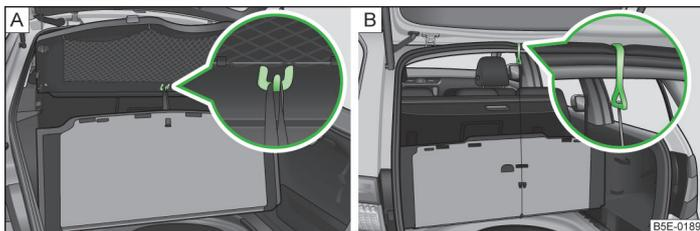

Abb. 85 Bodenbelag befestigen: Octavia / Octavia Combi
» Abb. 85 - **A**;
- Octavia Combi: mit dem Haken am Rahmen der Gepäckraumklappe » Abb. 85 - **B**.